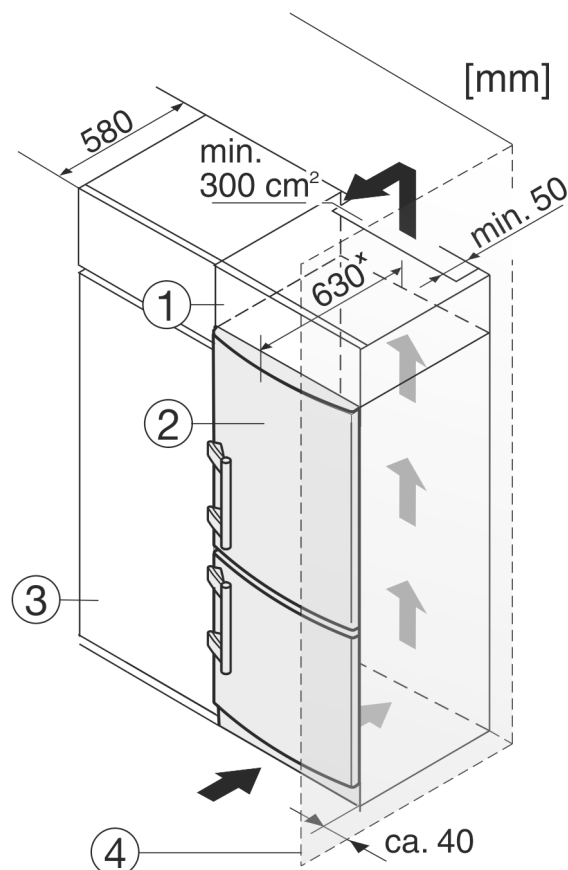

Fig. 9
Zařízení lze zabudovat do vybavení kuchyně. K vyrovnání přístroje Fig. 9 (2) na výšku kuchyňské linky lze na přístroj nasadit odpovídající nastavce Fig. 9 (1).
Při montáži do kuchyňských skříní (hloubka max. 580 mm) lze přístroj instalovat hned vedle kuchyňské skříně Fig. 9 (3). Přístroj přesahuje přední stěnu kuchyňské skříně na stranách o 34 mm\* a uprostřed o 50 mm\*.
Když se přístroj instaluje závěsy vedle stěny Fig. 9 (4), musí být vzdálenost přístroje od stěny alespoň 40 mm. To odpovídá přesahu madla při otevřených dvířkách.